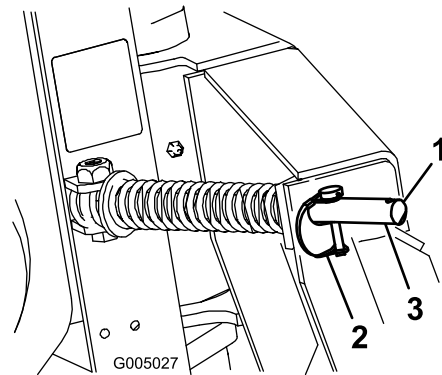

Bild 6
1. Stecken Sie die Klappstecker in die äußeren Löcher an den Federstangen, damit der Pflug sich seitlich bewegen kann (Bild 6).
- Stecken Sie die Klappstecker in die Innenlöcher an den Federstangen, um eine seitliche Bewegung zu verhindern (Bild 6).